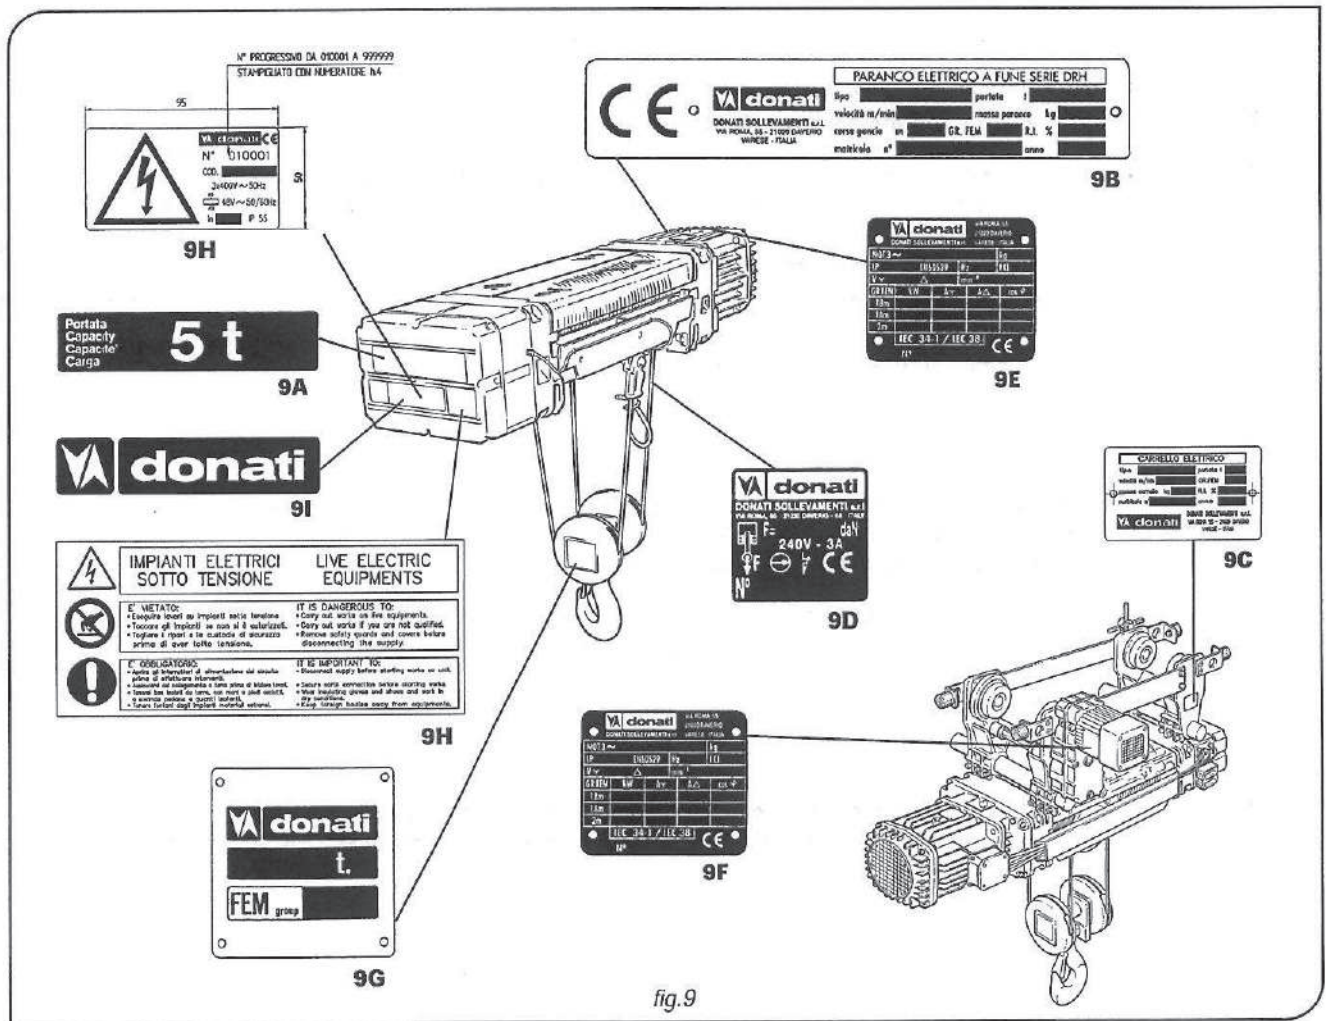

fig.9
Los montacargas eléctricos a cuerda DRH y las respectivas carretillas están formados por los siguientes dispositivos (fig 9):
- Placa que indica la carga máxima del montacargas (fig. 9)